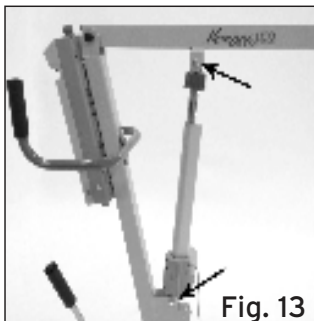

Fig. 13
4. Rimuovere i due bulloni predisposti sul braccio della colonna per il fissaggio dell'attuatore. Inserire l'attuatore e bloccarlo con i due bulloni precedentemente rimossi. Coprire le teste dei dadi con l'apposito cappuccio in plastica. (Fig.13)